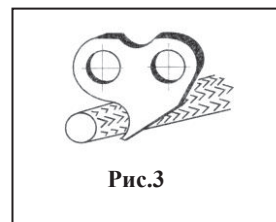

Рис.3
- для заострения хвостовика пользуйтесь круглым напильником (см. рис. 3);